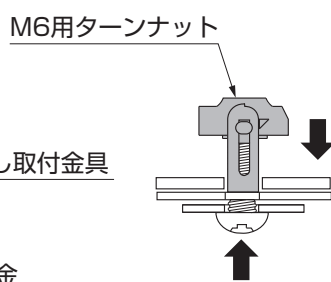

図3-2
- ①取付部材にあけたφ13の穴にM6用ターンナットを差込んでください。
- ②物干し取付金具と【平座金】を通した【ネジ】をM6用ターンナットに差込んでください。(図3-1、図3-2参照)